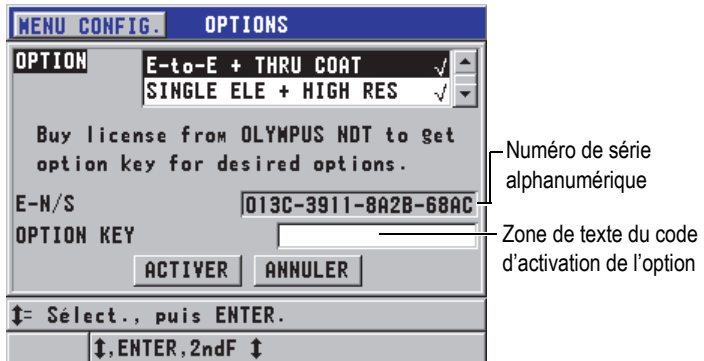

Figure 6-1 Écran OPTIONS
2. Dans **SP MENU** (voir la Figure 4-2 à la page 57), sélectionnez **OPTIONS** (voir la Figure 6-1 à la page 85), notez le numéro de série alphanumérique à 16 chiffres inscrit dans le champ **E-N/S**.
4. Dans l'écran **OPTIONS**, faites ce qui suit (voir la Figure 6-1 à la page 85) :